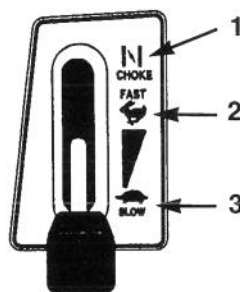

Fig 9
5. Spostate la leva del gas in posizione arricchitore ("CHOKE") (Fig. 9).
7. Quando il motore si avvia, spostate lentamente la leva del gas in posizione "FAST"(marcia) (Fig. 9). Se il motore si ferma o non si avvia correttamente, riportate la leva su arricchitore ("CHOKE") per alcuni secondi; portate quindi la leva del gas su "FAST". Se necessario, ripetete questa procedura.
1. Spostate la leva del gas in posizione "SLOW" (Fig. 9).